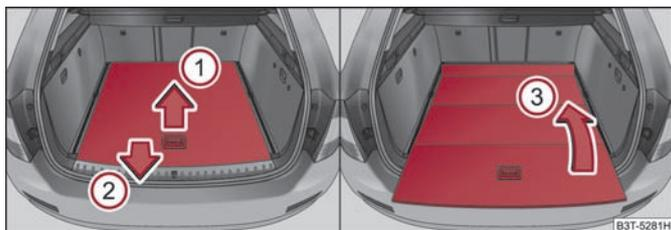
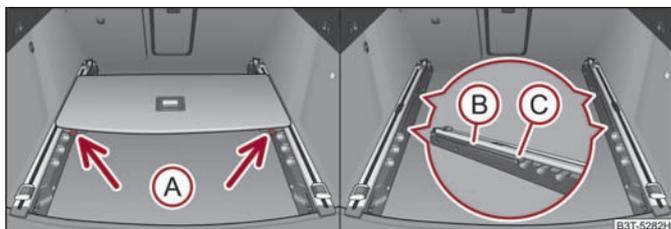

Abb. 91 Kofferraum: variablen Ladeboden zusammenklappen
Abb. 92 Kofferraum: variablen Ladeboden ausbauen
- Fassen Sie den hinteren Teil des Bodens am Griff an, heben Sie ihn etwas in Pfeilrichtung ① an ⇒ Abb. 91 und ziehen Sie ihn über den Stoßfänger in Pfeilrichtung ② heraus, bis er in der Öffnung ③ einrastet ⇒ Abb. 92.
- Durch Bewegen in Pfeilrichtung ③ ⇒ Abb. 91 klappen Sie den Ladeboden zusammen.
- Drücken Sie die Sicherungstasten ④ ⇒ Abb. 92 und nehmen Sie den Boden heraus.
- Schieben Sie den Boden nach vorn bis er in den Öffnungen ⑤ in den Tragschienen einrastet ⇒ Abb. 92.
- Drücken Sie vorsichtig an Stellen der Öffnungen ⑥ auf den Boden, bis er hörbar einrastet ggf. drücken Sie die Sicherungstasten ④.